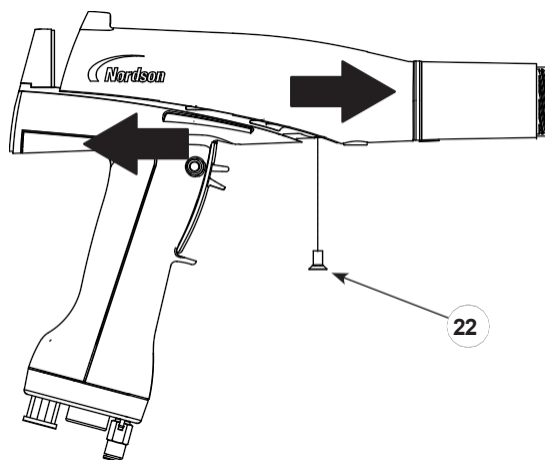

Figura 13 Scoaterea corpului pistolului din mâner
4. A se vedea figura 13. Scoateți șurubul negru din nailon (22) din corpul pistolului.